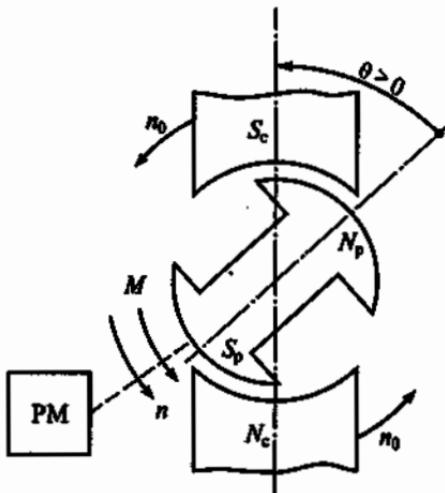

Рис. 231
9.70. Синхронный двигатель вращает рабочий механизм (РМ). На рис. 231 показано расположение полюсов ротора N_p , S_p и статора S_c , N_c двигателя. (Полюса статора для наглядности изображены в виде постоянных магнитов, на самом деле они являются неявными.) В каком из перечисленных признаков двигательного режима синхронной машины допущена ошибка?